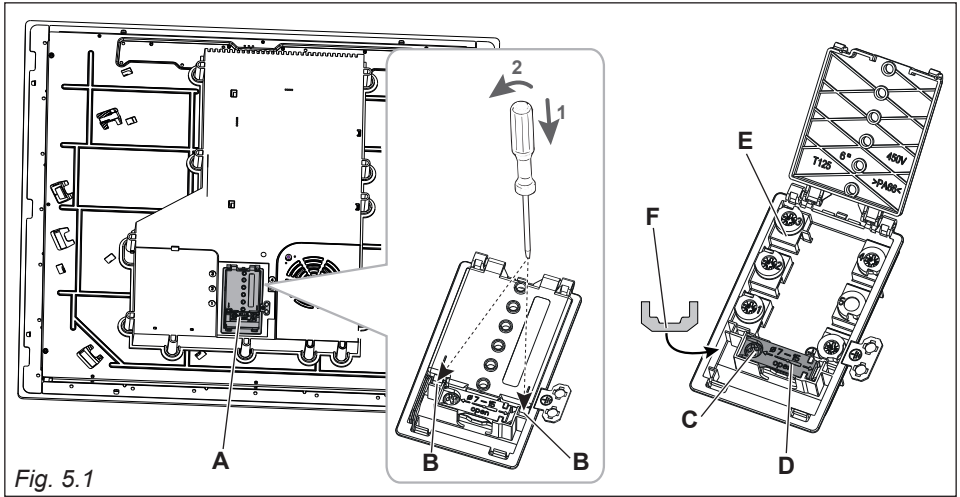

Fig. 5.1
- Sganciare il coperchio "A" della morsettiera inserendo un cacciavite nei due ganci "B" (fig. 5.1).
- Svitare la vite "C" e aprire completamente il fermacavo "D" (fig. 5.1).